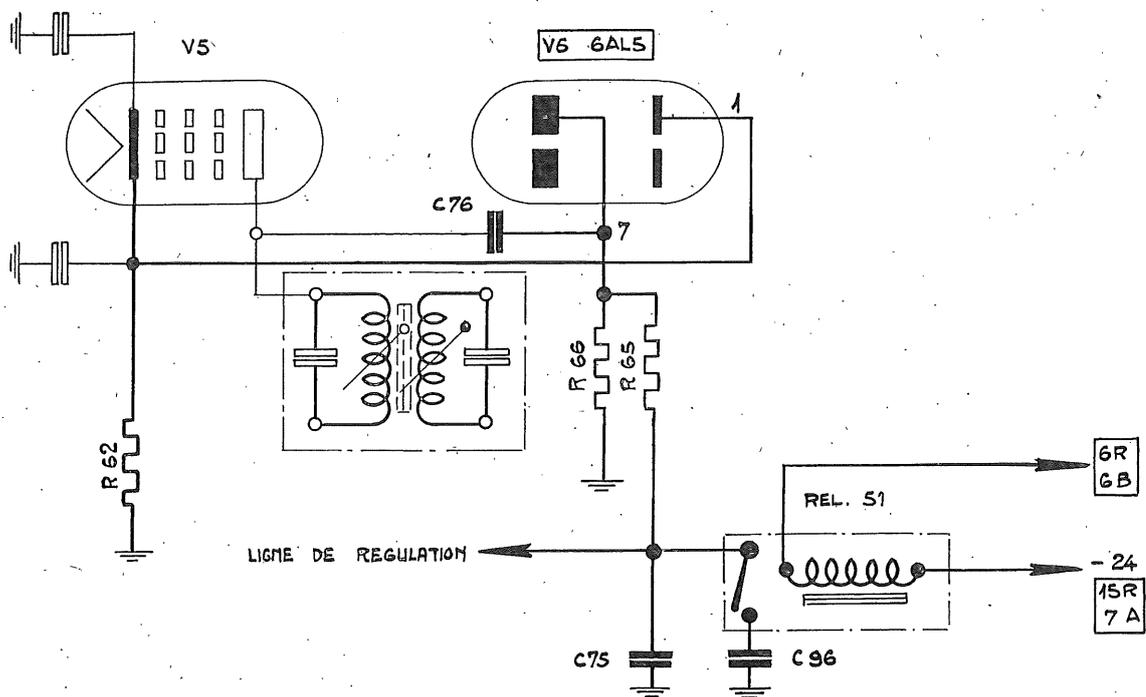

Fig. 8 - *Régulateur*
c) *Régulateur (CAV) (fig. 8).*